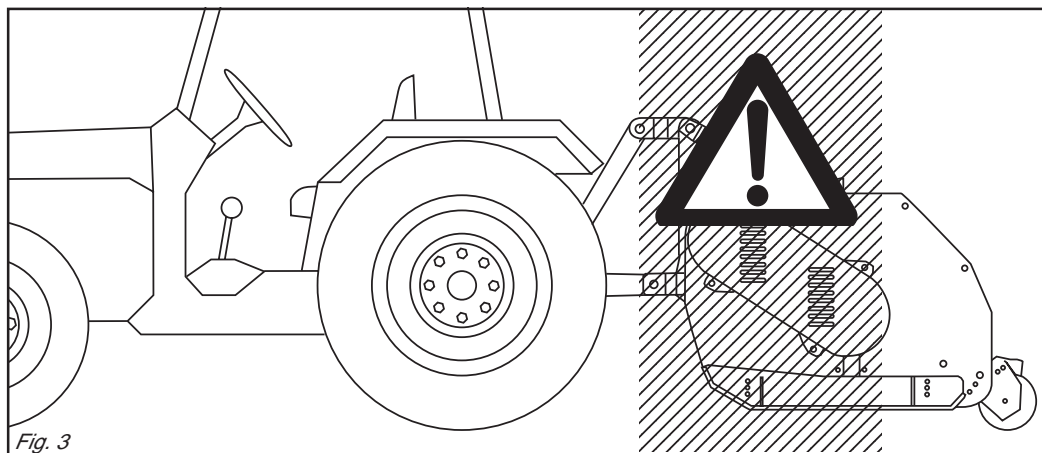

Fig. 3
- 24) *It is absolutely forbidden to stand between the tractor and the implement (Fig. 3) when the engine is running and the cardan shaft is engaged without having first engaged*
- 24) È assolutamente vietato interpersi tra il trattore e la macchina (Fig. 3) con motore acceso e cardano inserito nonché senza aver azionato il freno di stazionamento ed aver inserito, sotto le ruote, un ceppo o un sasso di bloccaggio.
- 28) È assolutamente vietato interpersi fra il trattore e l'attacco della macchina per manovrare il comando dall'esterno per il sollevamento (Fig. 3).
- 28) *It is absolutely forbidden to stand between the tractor and the implement when manoeuvring the lift control from the outside (Fig. 3).*
- 24) Es ist absolut verboten, bei laufendem Motor und eingeschalteter Gelenkwelle zwischen den Schlepper und das Gerät zu treten (Abb. 3). Dazu muß die Feststellbremse gezogen werden und unter die Räder ein Bremskeil oder ein großer Stein gelegt worden sein.
- 28) Es ist absolut verboten, zwischen den Schlepper und den Anschluß zu treten, um die Aushebung von außen zu betätigen (Abb. 3).
- 24) *Il est absolument interdit de se mettre entre le tracteur et l'appareil (Fig. 3) quand le moteur est en marche et le cardan enclenché, sans avoir tiré le frein de stationnement et bloqué les roues avec une cale ou un caillou. Se tenir à une distance de sécurité du broyeur en fonctionnement, à cause du lancement possible d'objets contondants.*
- 28) *Il est absolument interdit de se mettre entre le tracteur et l'attelage pour manoeuvrer la commande de relevage de l'extérieur (Fig. 3).*
- 24) Está terminantemente prohibido colocarse entre el tractor y el equipo (Fig. 3) con motor encendido y cardán inserido, o sin haber accionado el freno de estacionamiento y de colocar, debajo de las ruedas, una piedra u otro elemento de bloqueo.
- 28) Está absolutamente prohibido colocarse entre el tractor y el enganche para maniobrar el mando desde el externo en la fase de elevación (Fig. 3).